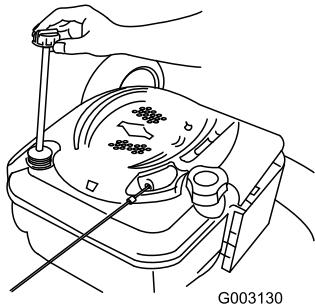

Рисунок 35
2. Извлеките масломерный шуп (Рисунок 35).